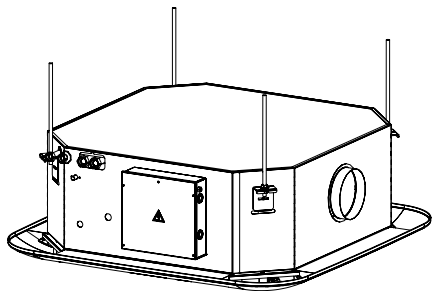

Fig.6
5. Løft apparatet op, og sæt stativerne op på de fire rundjern som angivet i Fig.6.